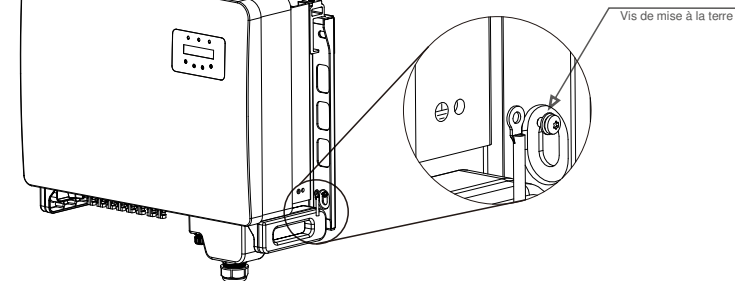

Figure 5.9 Câble fixe
6. Connectez le câble de mise à la terre au point de mise à la terre du dissipateur thermique et serrez la vis de mise à la terre. Le couple est de 3 à 4 Nm (voir la figure 5.9).